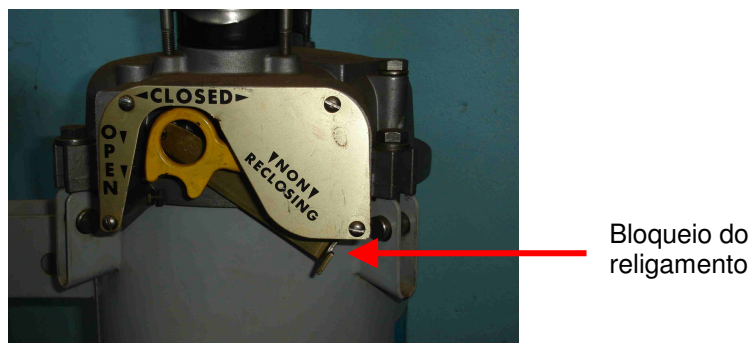

Figura 1 – Religador tipo E monofásico.
4.1.1.1. Com a vara de manobra baixar a alavanca de bloqueio de religamento, situada ao lado da alavanca amarela de operação manual. Vide Figura 1.
4.1.2.1. Com a vara de manobra levantar a alavanca de bloqueio de religamento, situada ao lado da alavanca amarela de operação manual. Vide Figura 1.